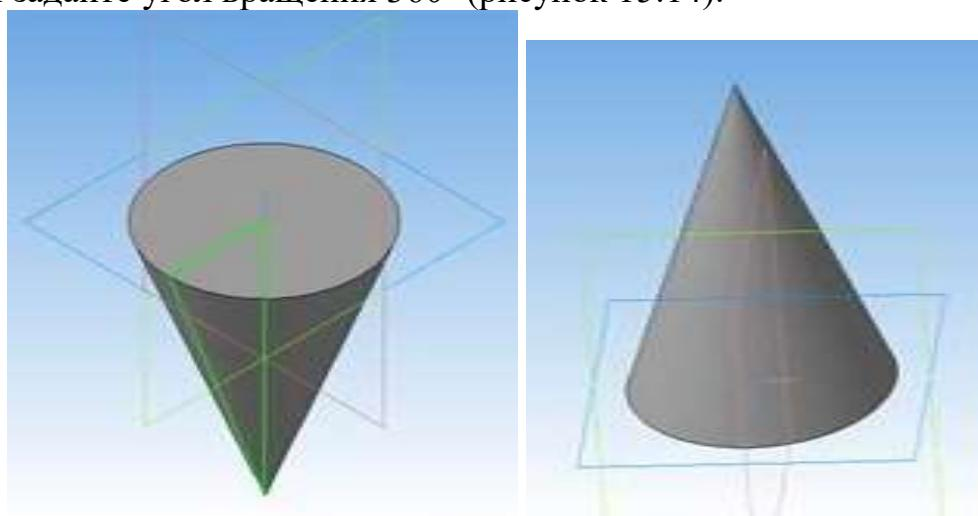

Рисунок 15.14 – Построение конуса
9. На панели свойств команды **вращение** выберите **способ построения – сфероид, прямое** направление вращения из списка **направление** на панели свойств и задайте угол вращения 360° (рисунок 15.14).